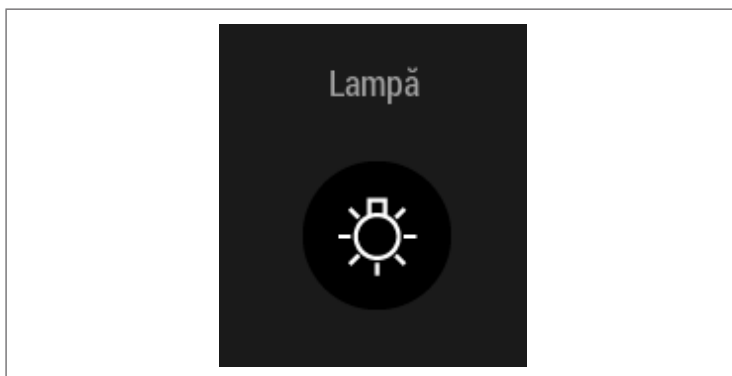

Figura 4.3
4. Apăsați pictograma Lampă de pe ecranul tactil în timp ce țineți endoscopul astfel încât capătul distal să fie îndreptat în direcție opusă față de ochi (Figura 4.3).